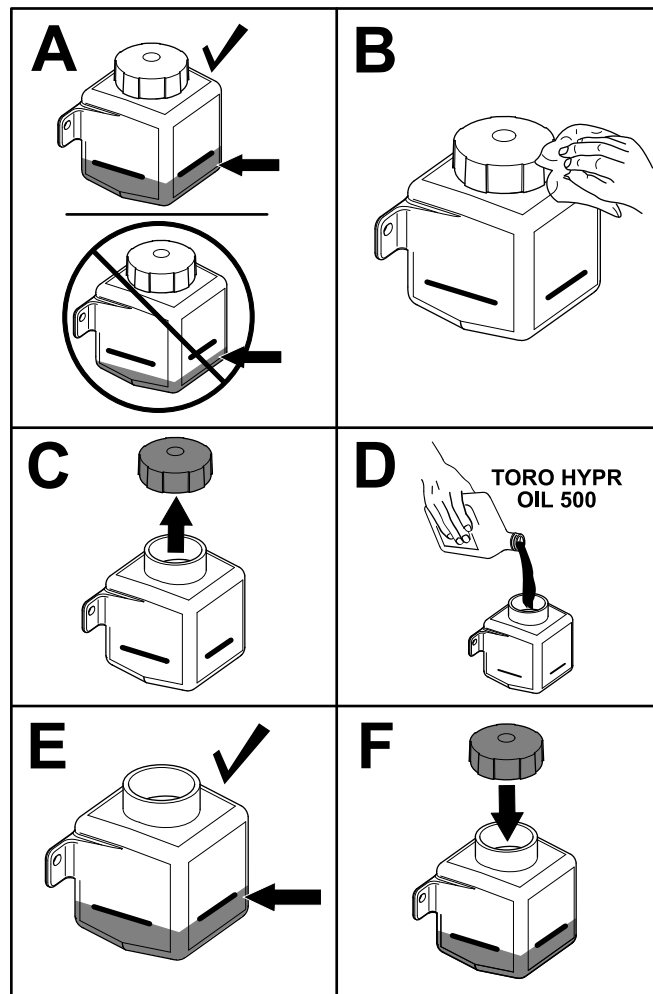

Figura 62
4. Controllate il livello del fluido sul lato del serbatoio idraulico (Figura 62). Proseguite nella procedura se il livello è inferiore a quello del riempimento a freddo.
5. Pulite la zona attorno al tappo del serbatoio idraulico (Figura 62).
6. Togliete il tappo dal collo del bocchettone e rabboccate il serbatoio sino a raggiungere il livello di riempimento a freddo (Figura 62).
7. Montate il tappo sul serbatoio (Figura 62).